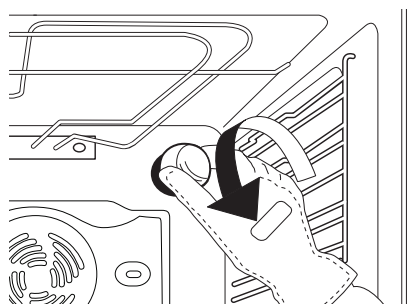

Abb. 5
- Schrauben Sie die Lampenabdeckung ab (Abb. 5). Wechseln Sie die